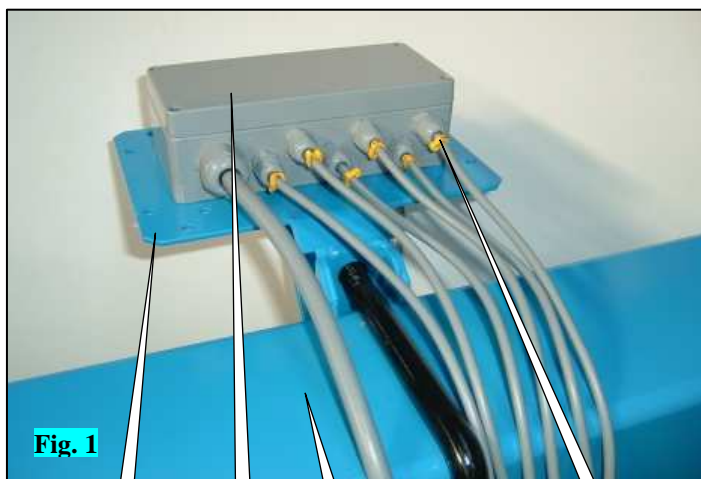

Fig. 1
Instalar la consola en la cabina del tractor en un lugar donde esté fácilmente visible y accesible. Para ello, utilizar los soportes A y B (fig. 1) y la tornillería suministrada con la consola.
El soporte A (fig. 1) debe fijarse a la consola y el soporte B (fig. 1) a la cabina. La toma del cable de alimentación C (fig. 2 y 3) debe fijarse al soporte B (fig. 1 y 2).
Installare la consola nella cabina del trattore in un posto in cui sia facilmente visibile e accessibile. Per far questo, utilizzare i supporti A e B (fig. 1) e la bulloneria in dotazione con la consola.
Il supporto A (fig. 1) deve essere fissato sulla consola e il supporto B (fig. 1) nella cabina.
La presa del cavo di alimentazione C (fig. 2 e 3) deve essere fissata sul supporto B (fig. 1 e 2).
- fixer le support A (fig. 1) à l'aide de la bride sur la poutre du semoir C (fig. 1), le plus près du centre du semoir.
- fixer le boîtier de raccordement B (fig. 1) sur le support.
Chaque câble de cellule est équipé d'une prise à brancher au faisceau. Les prises E du faisceau à brancher aux cellules sont des prises 4 voies et les câbles du faisceau sont numérotés à la sortie du boîtier F (fig. 1):
- Mount mounting A (fig. 1) using the flange on the seeder's beam C (fig. 1), as close as possible to the centre of the seeder.
- Mount terminal box B (fig. 1) on the mounting.